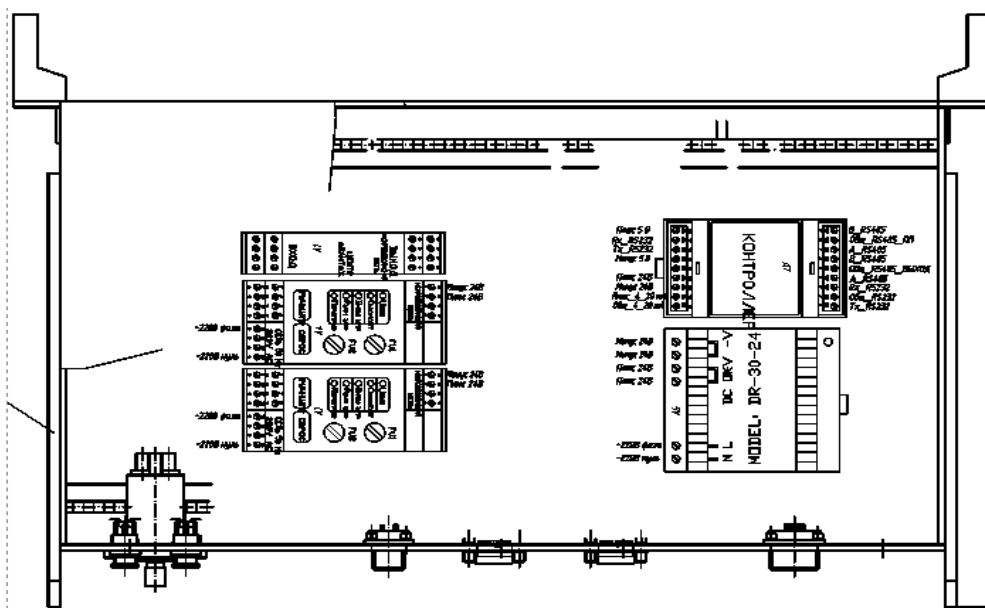

Рисунок 4 – Блок электронный
5.4 Блок электронный (рисунок 4).